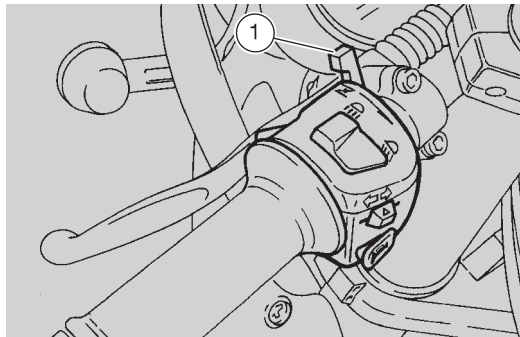

Abb. 24
Beim Starten des kalten Motors, den Kaltstarthebel " | \ | " nach unten drücken (1-Abb. 24).
- den Kaltstarthebel " | \ | " (1-Abb. 24) ganz nach vorne schieben;